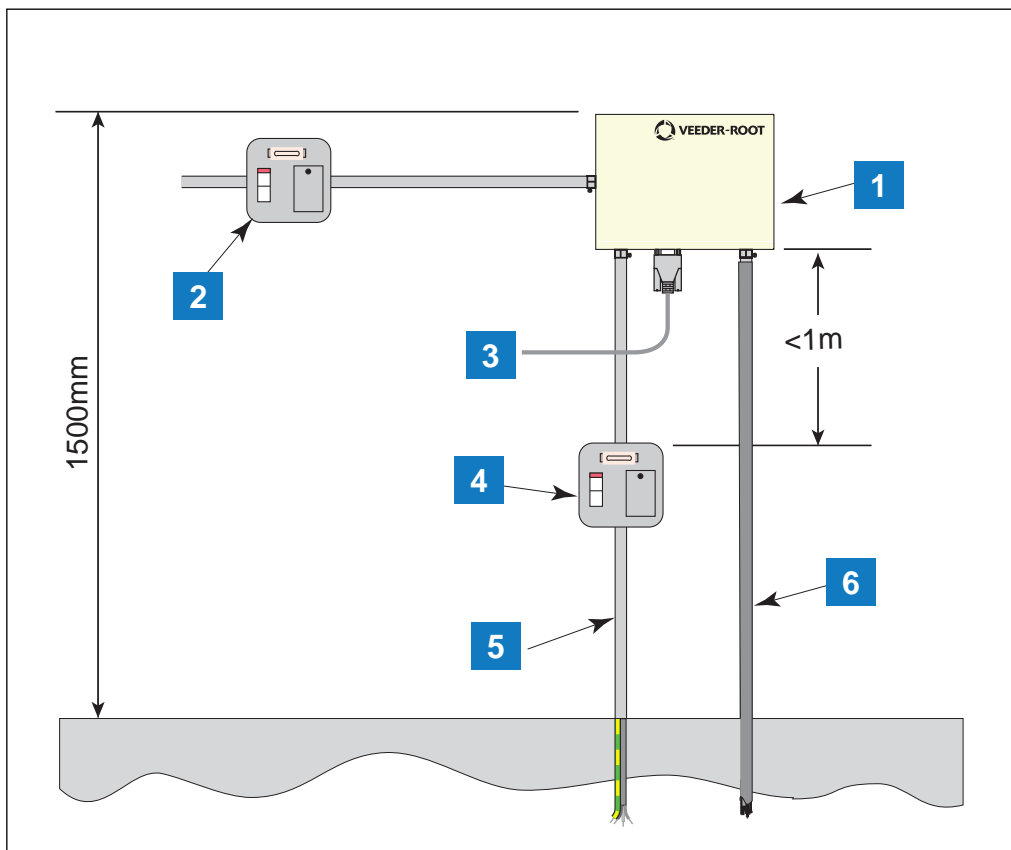

Figura 2. Ejemplo de instalación de TLS2, TLS-50 y TLS-IB
**LEYENDA PARA LOS CUADROS NUMERADOS DE LA Figura 2**